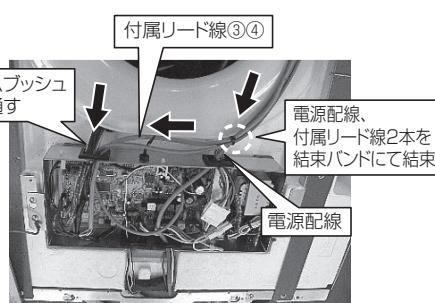

図3-9
- 3) (図3-9) のように所定の経路を通します。
- 4) 付属の結束バンドにて電源配線及び付属リード線 (2 本) を結束してください。(図3-9)